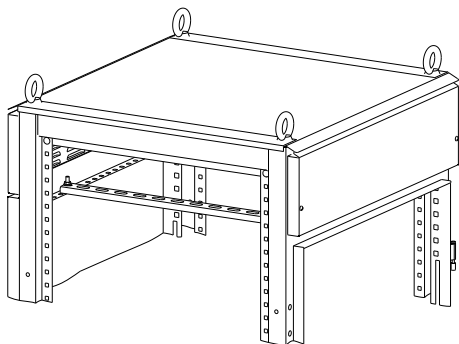

Рисунок 23
12.1 Установите Траверсу на внутренний отгиб вентиляционных панелей (рисунок 23) и зафиксируйте винтами М6×30 и гайками с фланцем М6. Момент затяжки 5 Н·м.